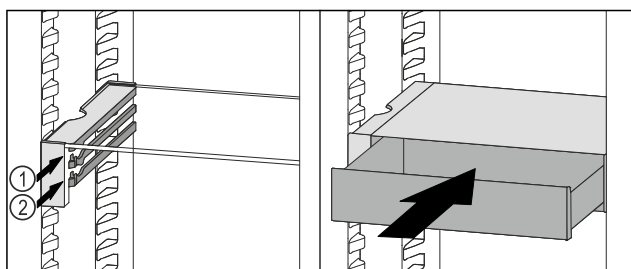

Fig. 177
- Vendosni sirtarin VarioSafe prapa ndaluesve në brinjën që dëshironi Fig. 177 (1) ose Fig. 177 (2).